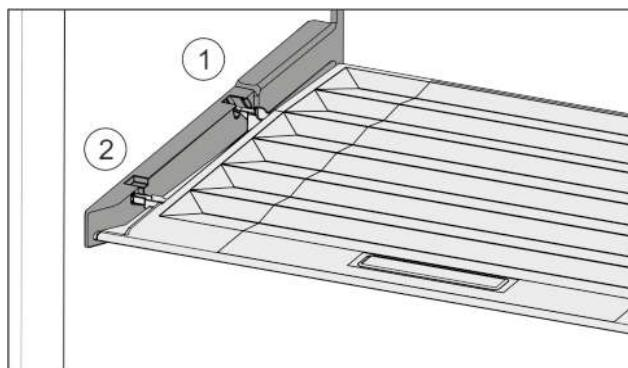

*Fig. 32*
- Потянуть крышку до отверстия в поддерживающих деталях вперед *Fig. 32* (1).
- Поднять сзади снизу и извлечь *Fig. 32* (2) движением вверх.